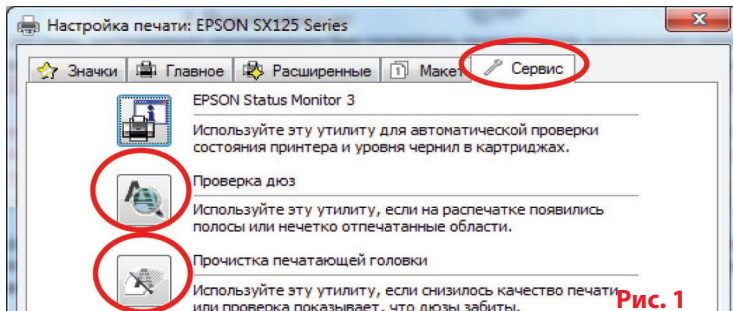

Рис. 1
1.2. Напечатайте тест проверки дюз для оценки работоспособности принтера. Для этого вызовите диалоговое окно настройки печати принтера: в Windows нажмите „Пуск“ > „Панель управления“ > „Принтеры и факсы“ > нажимаем правой кнопкой мыши на нужном принтере (МФУ) > в контекстном меню выбираем „Настройка печати“ > в открывшемся окне (Рис. 1) выбираем вкладку „Сервис“ > нажимаем кнопку „Проверка дюз“.
Если тест дюз дал положительный результат переходите к установке СНПЧ. Результат отрицательный, выполните рекомендации по прочистке печатающей головки программными средствами принтера ((Рис. 1) Вкладка „Сервис“, кнопка „Прочистка печатающей головки“), если это не дает положительного результата обратитесь в специализированный сервисный центр для ремонта принтера и промывки печатающей головки.